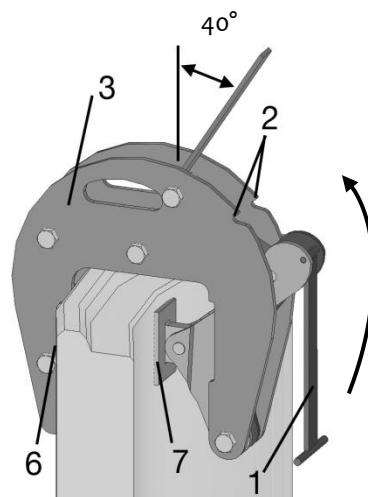
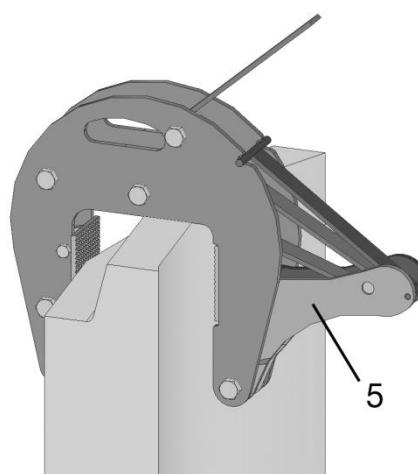

Fig. 2
Fig. 3
- Ruotare il supporto dell'apriporta (1) verso l'alto (fig. 2) e bloccarlo nelle due scanalature (2) del supporto esterno (3): La pinza è ora bloccata con la massima larghezza di apertura (fig. 3). Durante la regolazione, assicurarsi che le **fasce di tensione/catene siano scariche e non attorcigliate**.
- Sbloccare tutti i supporti aperti (1) e farli oscillare verso il basso: le le leve angolari (5) vengono fatte oscillare in avanti dalle molle.
- Le due ganasce di serraggio (6) e (7) devono essere a contatto con l'anello su tutta la loro superficie (fig. 2). Sollevare l'anello dell'albero di circa 10 cm.